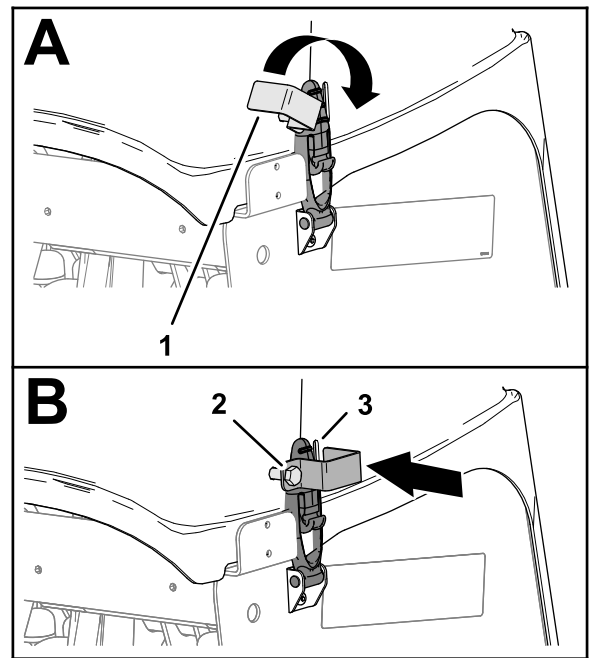

Bild 143
3. Wenn Ihre Maschine mit CE-Riegelhaken ausgestattet ist, drehen Sie die Sicherungsplatte, bis sie mit dem Schlitz an der Seite der Abdeckung des Aerifizierkopfs fluchtet (**Bild 143**).
4. Ziehen Sie die Schraube der Sicherungsplatte an (**Bild 143**).